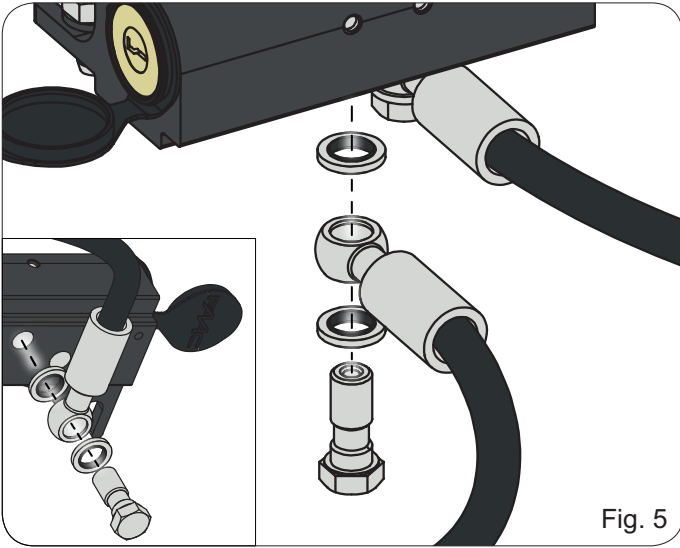

Fig. 5
- Assembler le corps du dispositif de déverrouillage aux tubes de connexion de l'huile, d'après la Fig. 5. Répéter l'opération pour les deux tubes..
- Den Körper der Entriegelungsvorrichtung an die Ölleitungen anschließen (siehe Abb. 5). Den Vorgang für beide Leitungen wiederholen.